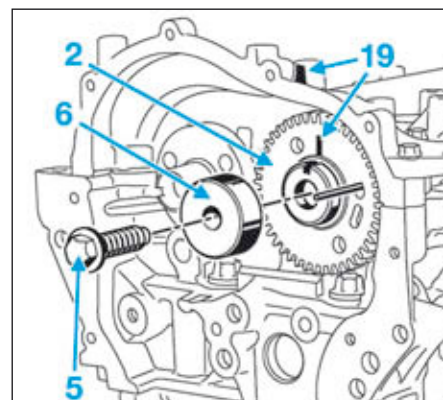

FIG.35
- Reposer le pignon (2) (Fig.35) sur l'arbre à cames côté admission, en alignant le repère de ce dernier avec le bossage (19) du couvre-culasse.
- Poser l'entretoise (6) et serrer à la main la vis (5).